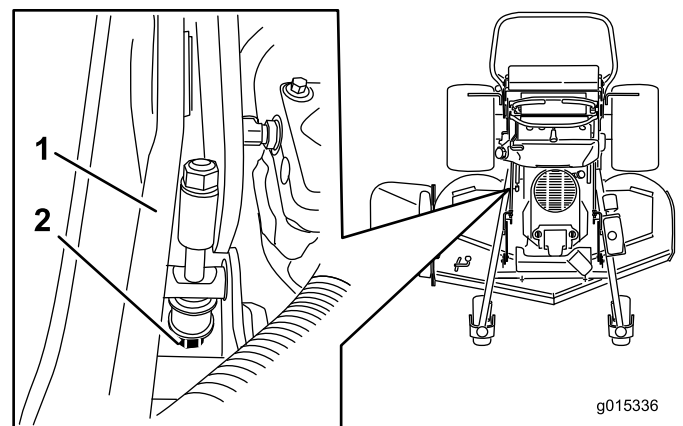

Bild 89
5. Wenn der Wert falsch ist, finden Sie die Schnitthöhenstange an der rechten Seite der Maschine (Bild 89).
6. Stellen Sie die Einstellschraube ein, bis die Messerspitzen 7,6 cm haben (Bild 89).